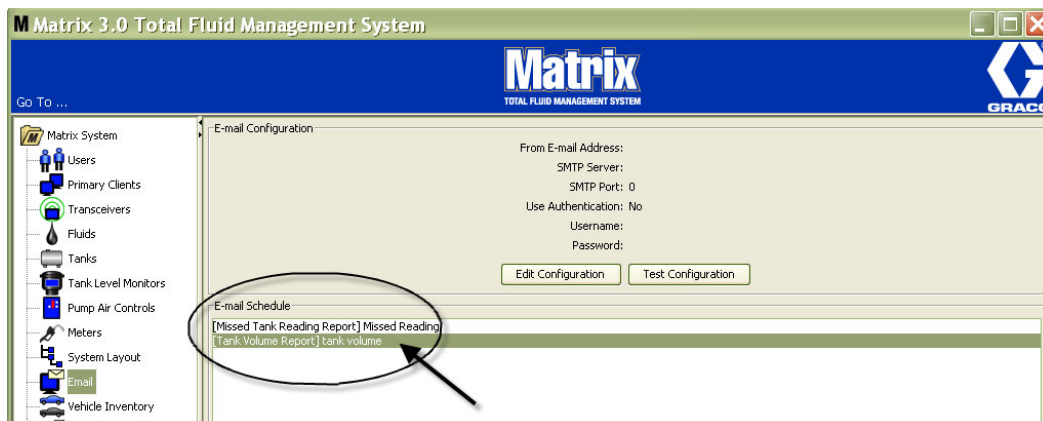

Рис. 144
3. Все созданные события отправки электронных писем показаны в части «E-Mail Schedule» [Планирование отправки электронной почты] экрана настройки электронной почты Рис. 144.